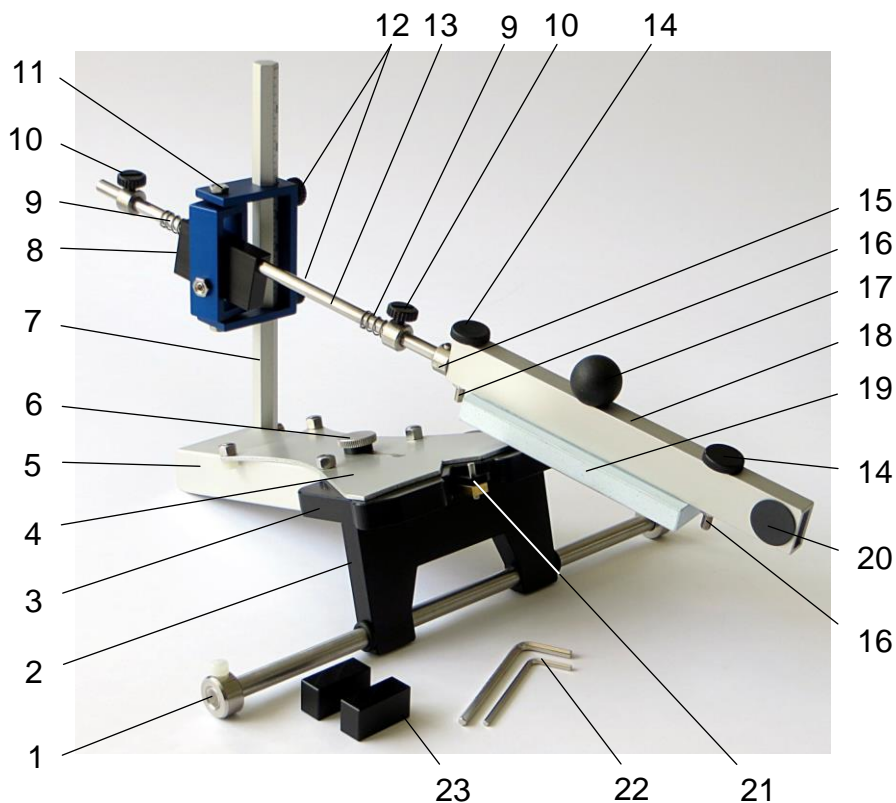

Abb. 1: Komponenten des Messerschärfers
Als nächstes wird die kardanische Aufhängung (11) zusammen mit der Führungsstange (13) gemäß Abb. 1 auf die Sechskantstange (7) des Grundgerätes geschoben (dabei nicht verkanten) und mit den Rändelschrauben (12) fixiert. Die Rändelschrauben nur locker anziehen, um ein Stauchen der Kunststoffschrauben zu vermeiden, wodurch sie schwergängig werden könnten.